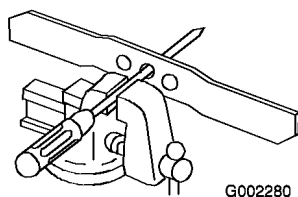

Figura 31
1. Compruebe el equilibrio de la cuchilla colocando el taladro central de la cuchilla sobre un clavo o el palo de un destornillador fijado horizontalmente en un torno de banco (Figura 31).